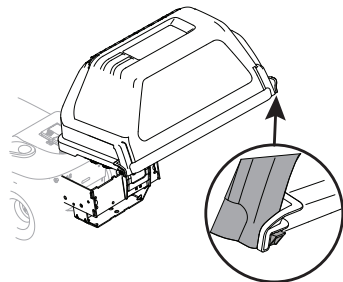

Figure 12
7. Basculez le couvercle supérieur du bac récupérateur vers le bas pour le fermer. Poussez l'encoche arrière gauche et l'encoche arrière droite pour les verrouiller en place de chaque côté. Assurez-vous que le couvercle est bien ajusté. Voir Figure 12.